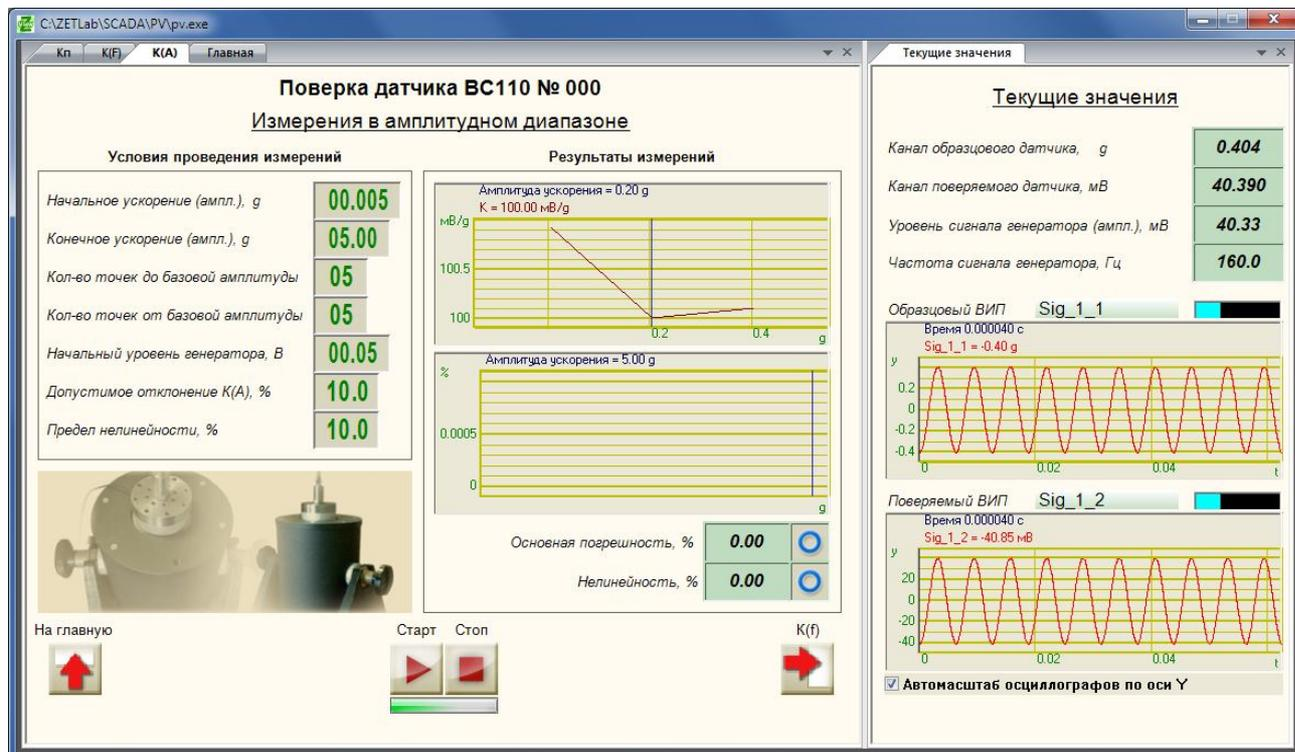

Рисунок 8.6 – Измерения в амплитудном диапазоне
13. В процессе измерений на вкладке «К(А)» под кнопками «Старт» и «Стоп» отобразится индикатор процесса, а на верхнем графике в рамке «Результаты измерений» будет строиться график зависимости коэффициента преобразования от амплитуды виброускорения, на вкладке «Текущие значения» отобразятся показания вольтметров по образцовому и измерительному каналам, напряжение и частота генератора, осциллограммы и интегральные уровни сигналов с вибропреобразователей (Рисунок 8.6).